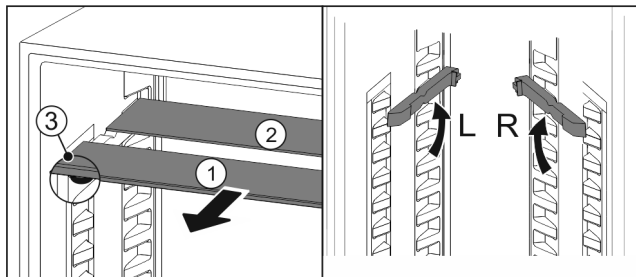

Fig. 100
- ▶ Izvucite Fig. 100 (1) staklene ploče jednu po jednu prema naprijed.
- ▶ Staklena ploča Fig. 100 (1) s ukrasnom letvicom nalazi se sprijeda.
- ▶ Zaustavljači Fig. 100 (3) su usmjereni prema dolje.